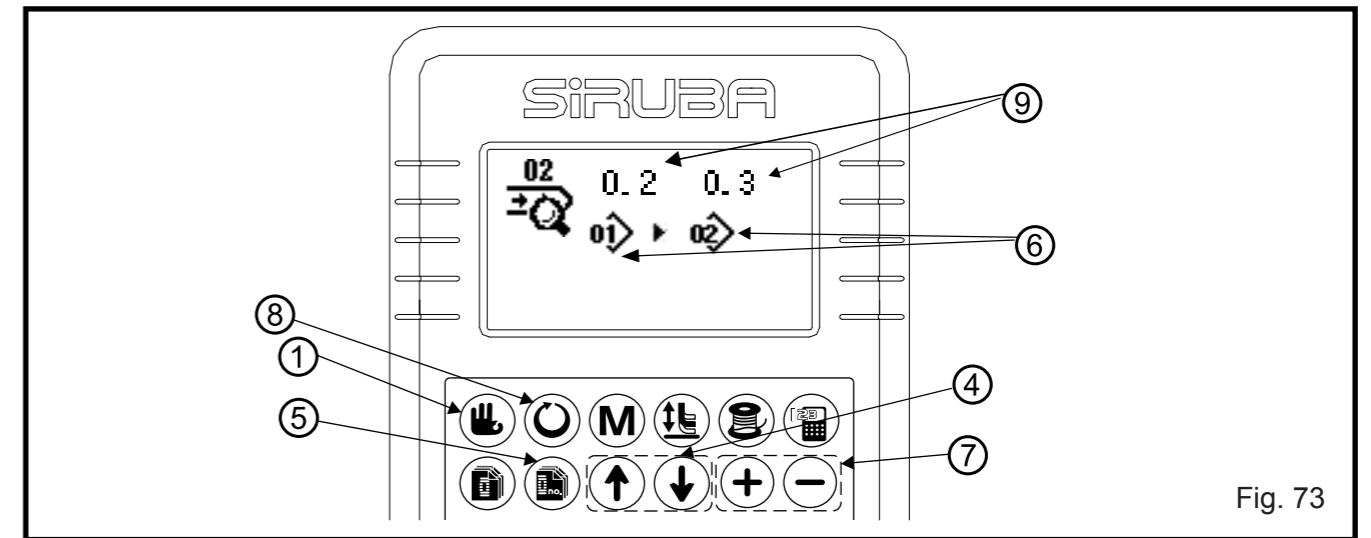

Fig. 73
#### (1) Altere para o modo de entrada (Fig. 73)
- Quando a luz de fundo da tela LCD for verde (no modo de costura), pressione a tecla Pronto ① para transferir para o modo de entrada.